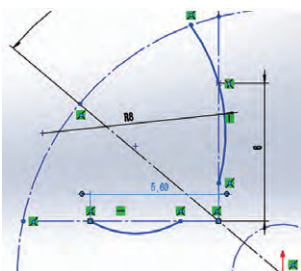

图 11
(6) 使用三点圆弧绘制两端与构造线 4 重合的圆弧 2，标注左端点与构造线交点距离为“5.6”（图 11）。